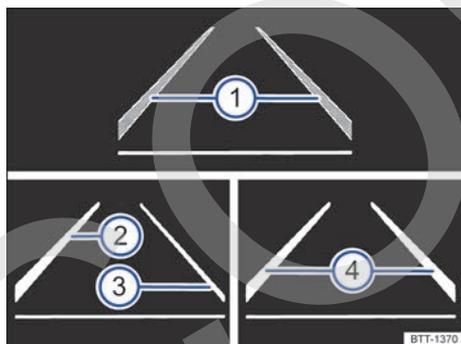

Fig. 154 En la pantalla del cuadro de instrumentos: indicaciones del asistente de aviso de salida del carril.
Indicaciones en la pantalla del cuadro de instrumentos **fig. 154:**
- El sistema ha detectado a ambos lados del vehículo una línea de delimitación de carril fig. 154 .
- El sistema ha detectado a ambos lados del vehículo una línea de delimitación de carril fig. 154.